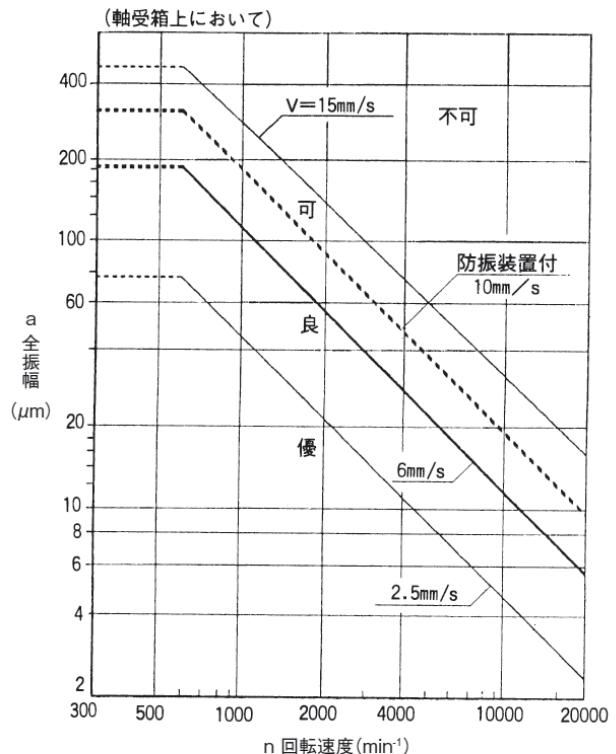

図10 振動許容範囲
- (2) 振動が大きい場合は、配管の無理、吊りボルト、基礎ボルトの緩み、羽根車へのダストの付着、軸受の損傷などが原因と考えられますので、運転を停止して点検してください。振動の許容範囲はJIS B 8330の可以内であれば、運転可能ですが、良以内であることが望ましいです(図10参照)。ただし、防振装置付の場合は、基礎に振動が伝達しない反面、送風機本体の振動がやや大きくなります。この場合は破線以内なら正常です。
- (3) 振動と同じく音響も運転状態を判定する重要な要素です。